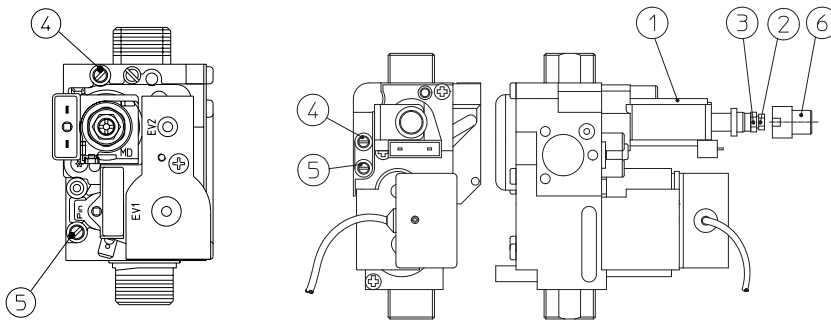

Fig. 3-3
N.B.: toate operațiunile referitoare la reglările centralelor trebuie să fie efectuate numai de către un tehnician abilitat (de exemplu serviciul Asistență Tehnică Immergas). Calibrarea arzătorului trebuie să fie efectuată cu un manometru diferențial tip "U" sau digital, racordat la o priză de presiune ieșire supapă gaz (part. 4 Fig. 3-3), respectând valoarea de presiune trecută în tabel (Parag. 3.18) pentru tipul de gaz pentru care centrala este prevăzută.
N.B.: pentru a efectua reglările supapei de gaz trebuie îndepărtat capacul din plastic (6), iar la terminarea reglărilor trebuie să remontați capacul.
- Reglați pe piulița din cupru (3 Fig. 3-3) puterea nominală a centralei, respectând valorile de presiune maximă indicate în tabele (Parag. 3.18) în funcție de tipul de gaz; rotind în sens orar potențialitatea termică crește, în sens antiorar se diminuează.